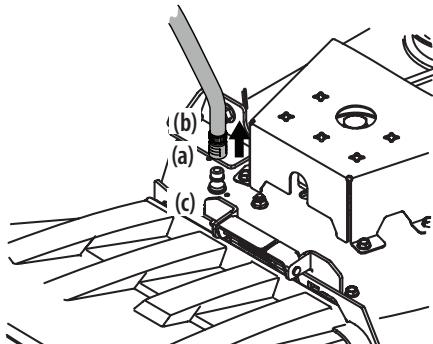

Figure 22
- Tirez sur le collier d'arrêt (a) de l'adaptateur (b) et installez l'adaptateur sur l'embout du système de nettoyage du plateau de coupe (c). Relâchez le collier d'arrêt pour fixer l'adaptateur sur l'embout du système de nettoyage du plateau de coupe. Voir Figure 22.